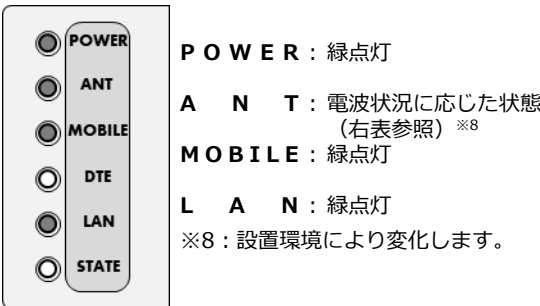

図7. LTEルータ起動時のLEDランプ状態
- (1) モバイルパックRSのサーキットプロテクタをONにする。
- (2) LTEルータのランプ状態が図7の通りであることを確認する。